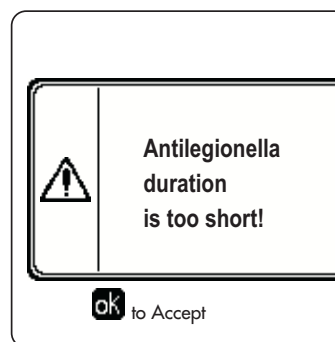

fig. 26- Mesajul Funcția Antilegionella nu a fost finalizată
- Dacă **Funcția Antilegionella** nu este executată corect, pe afișaj se vede mesajul indicat în fig. 26. Chiar dacă apare acest mesaj, centrala va continua să funcționeze corect.